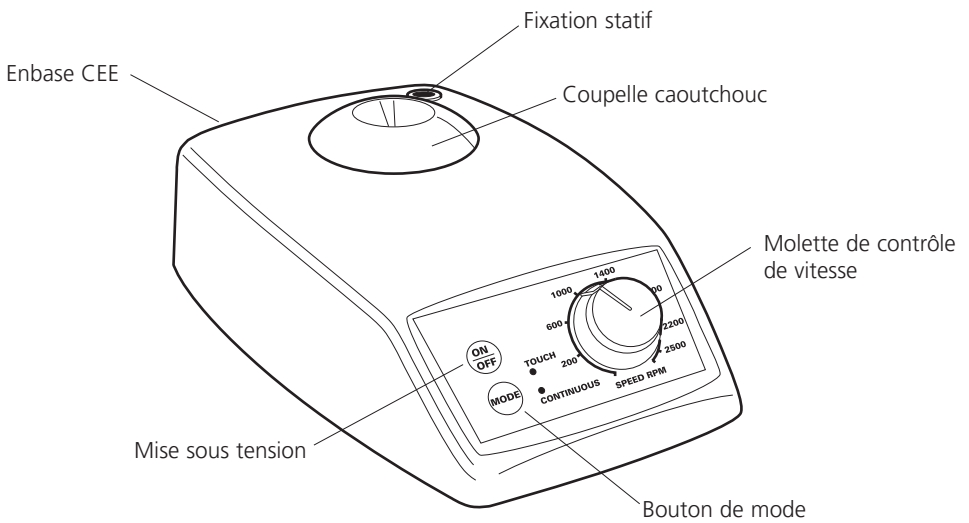

Figure 2: Version vitesse variable
**Version vitesse variable V-200 (voir fig 2.)**